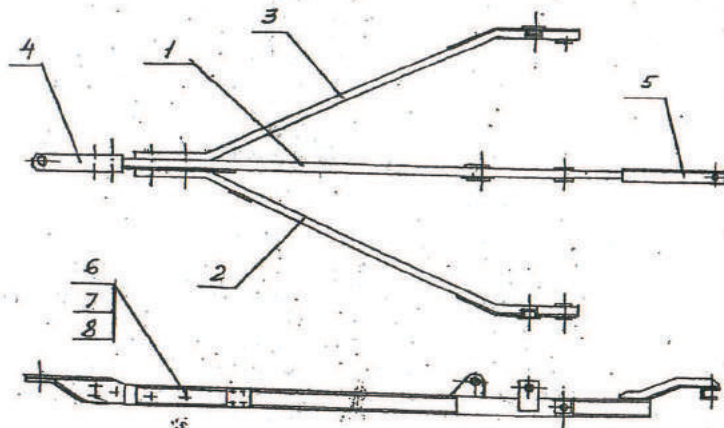

Рис. 3
- Сница (рис. 3) предназначена для присоединения культиватора к трактору или сцепке. Она шарнирно крепится к переднему брусу рамы и соединяется с кронштейном рамы гидроцилиндром.